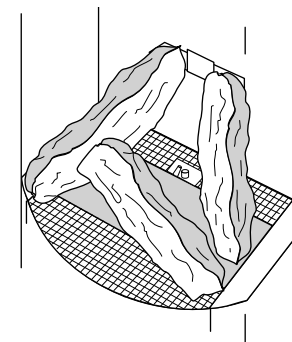

Fig. 2 Plaatsen van de houtset
**Let op:** Om een goede verbranding te garanderen mag de houtset alleen op de door FABER voorgeschreven wijze worden geplaatst (zie fig 2). Een andere opstelling kan leiden tot roeten.